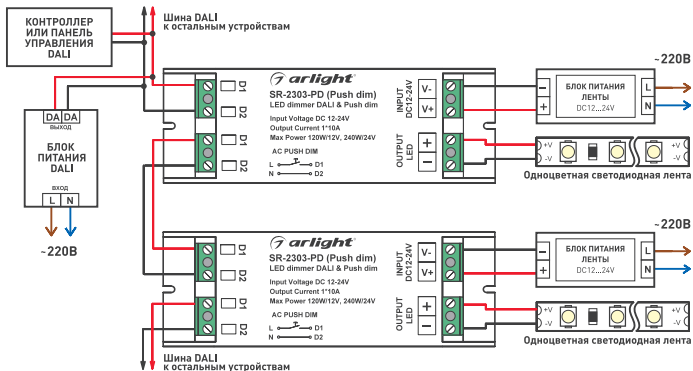

Рис. 1. Схема подключения диммеров.
- 3.3. Подключите светодиодную ленту или другой совместимый светодиодный источник света к выходу OUTPUT LED диммера, соблюдая полярность и порядок подключения проводов (Рис. 1).